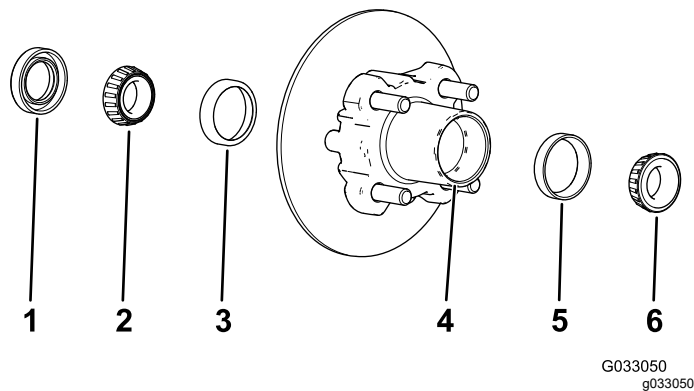

Figura 33
1. Retire el cojinete exterior y el anillo de rodadura del cubo (Figura 33).
2. Retire la junta y el cojinete interior del cubo (Figura 33).
5. Limpie el hueco del cubo para eliminar cualquier resto de grasa, suciedad y residuos (Figura 33).
7. Llene el hueco del cubo hasta un 50 – 80% de su capacidad con grasa del tipo especificado (Figura 33).
8. Monte el cojinete interior sobre el anillo en el lado interior del cubo e instale la junta (Figura 33).